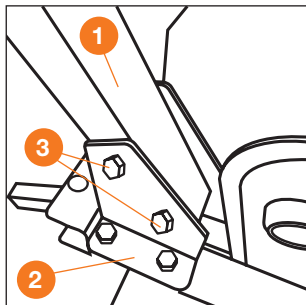

Рис. 16
- Зафиксируйте консоль в кронштейне двумя болтами M8x70 с гайками **3** (Рис. 16).